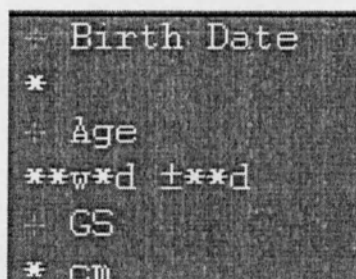

Рисунок 4.35.3
- Результаты измерений, внутриутробный возраст плода (**Age**) и предполагаемая дата рождения отображаются в окне 10 (см. рис. 4.35.3) и заносятся в соответствующий протокол обследования.